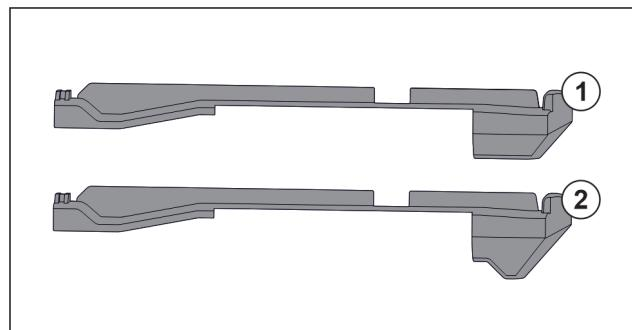

Fig. 125 Vergleich der Aufsteckteile
Im Gerät befinden sich zwei unterschiedliche Aufsteckteile. Das Aufsteckteil über dem untersten Schubfach Fig. 125 (2) hat eine dreieckige Kante. Alle anderen Aufsteckteile Fig. 125 (1) haben eine gerade Kante.
- Aufsteckteil Fig. 125 (2) mit der dreieckigen Kante über dem untersten Schubfach anbringen.
- Aufsteckteil Fig. 125 (1) mit der geraden Kante an allen anderen Stellen anbringen.